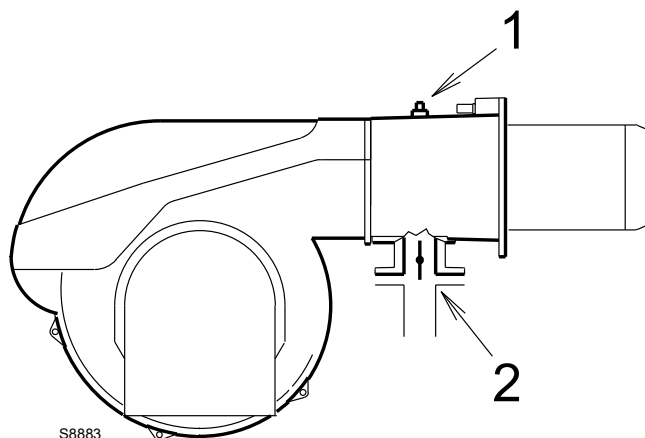

Fig. 19
Pressione del gas misurata alla presa 1)(Fig. 19 a pag. 20), con:
Perdita di carico farfalla gas 2)(Fig. 19 a pag. 20) con apertura massima: 90°.
- sottrarre dalla pressione del gas alla presa 1)(Fig. 19 a pag. 20) la pressione in camera di combustione.
Pressione del gas alla presa 1)(Fig. 19) = 11,7 mbar
Per conoscere invece la pressione del gas necessaria alla presa 1)(Fig. 19), fissata la potenza massima di modulazione alla quale si desidera funzioni il bruciatore:
- Leggere sulla destra, colonna 1, la pressione alla presa 1)(Fig. 19).
pressione necessaria alla presa 1)(Fig. 19).